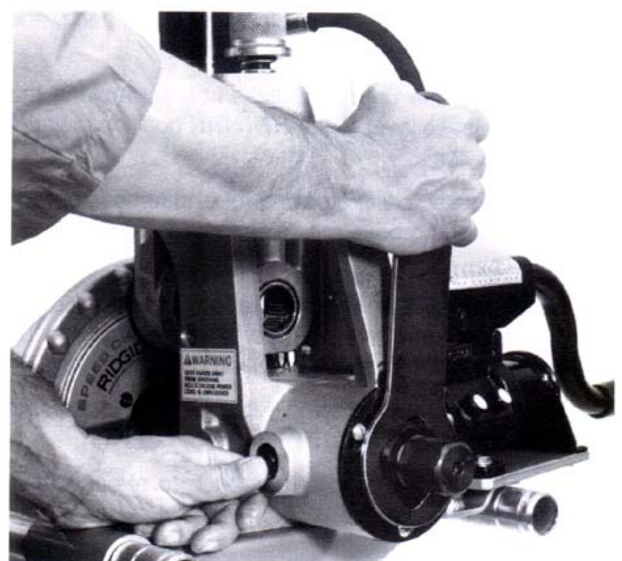

图 20
4. 用板手套住主轴锁定螺母, 退松主轴挡圈螺母 (见图 20)。
4. 手动旋转下部驱动辊，一边用手指施加压力于心轴锁定销（位于操作员对面），直到锁定销与心轴锁定孔啮合（见图 20）。
5. 退松并取走驱动轴的挡圈螺母（见图 20）。